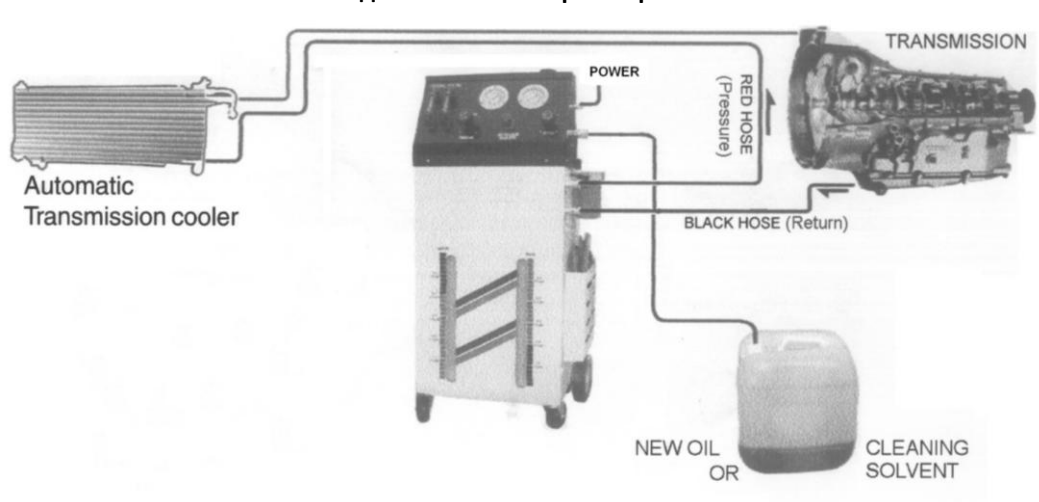

Рис.4
2. Подключите черный шланг устройства (на возврат) к отверстию выхода масла из трансмиссии. Другой конец шланга подключите к установке. (см Fig.4).